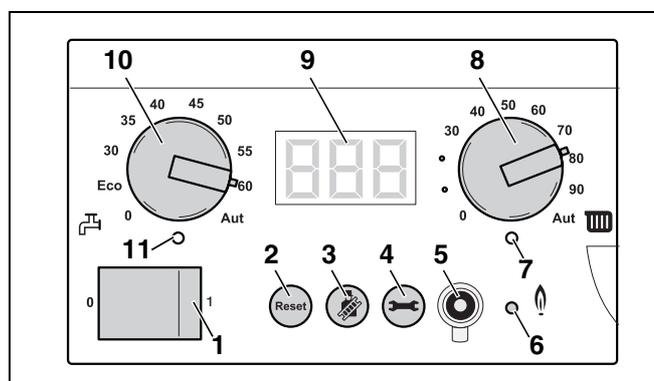

Fig. 61 BC10
- Ruotare verso sinistra, in posizione "0", la manopola di regolazione della temperatura massima dell'acqua della caldaia (fig. 61, pos. 8) e la manopola di regolazione del valore nominale dell'acqua calda (fig. 61, pos. 10).
- Leggere nuovamente la pressione dell'impianto sul manometro analogico o sul display del BC10 (fig. 61). Se la pressione scende sotto 1,0 bar, il sopra citato procedimento di riempimento e sfiato deve essere ripetuto tante volte, finché non si raggiunge la pressione desiderata e l'impianto di riscaldamento non è esente da aria.